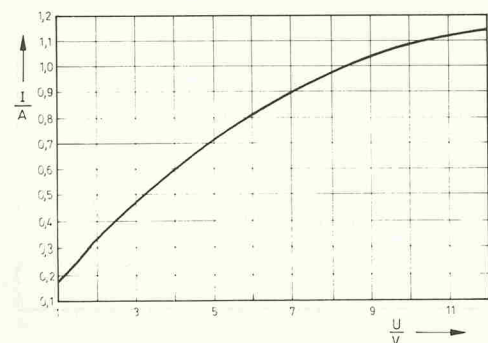

Bild 2. Funktionsverlauf $I=f(U)$ einer Glühlampe 12 V/18 W.
*Die zugehörige graphische Darstellung und die Funktionsgleichungen sind zur Erinnerung in Bild 1 wiedergegeben. Wer genauer hinschaut, wird feststellen, daß für die zeichnerische Arbeitspunktbestimmung eigentlich die Funktion $U=f(I)$ der Glühlampe benutzt wurde, die in der Tat parabelförmig verläuft. Es geht jedoch in der Praxis auch anders herum. Dazu müssen die Werte der unabhängigen Variablen U von der Ordinate aus abgetragen werden. Der in Bild 2 dargestellte Funktionsverlauf $I=f(U)$ ist aber nicht ohne weiteres als Parabel im üblichen Sinne zu erkennen. So wäre es mathematisch exakt, wenn für $U=f(I)$ die zugehörige Umkehrfunktion ermittelt werden würde. Als Praktiker sollte man sich zunächst damit begnügen, die angenommene